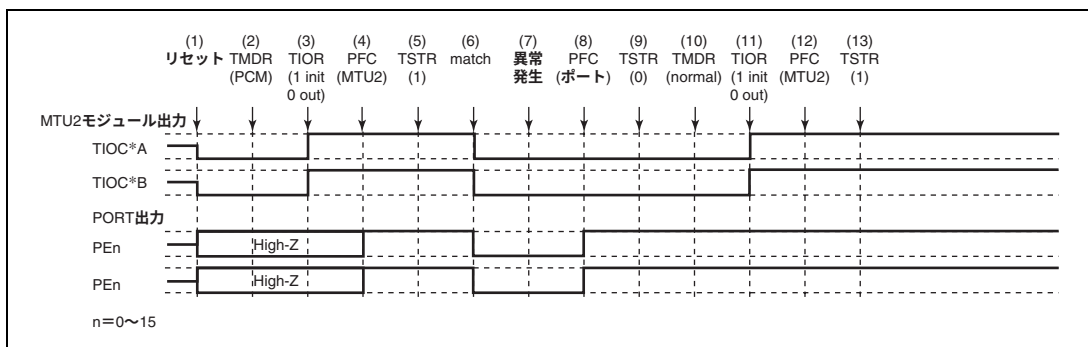

図 12.133 位相計数モードで異常が発生し、ノーマルモードで復帰する場合
位相計数モードで異常が発生し、再設定後ノーマルモードで再スタートする場合の説明図を図 12.133 に示します。
- (1) ~ (9) は図 12.133 と共通です。
- (10) PWM モード 1 を設定します。
- (11) TIOR で端子を初期化してください (PWM モード 1 では TIOC*B 側は初期化されません)。
- (12) 汎用入力ポートで本モジュール出力としてください。
- (13) TSTR で再スタートします。
(19) 位相計数モードで動作中に異常が発生し、PWM モード 2 で再スタートする場合の動作
- (10) PWM モード 2 を設定します。
- (11) TIOR で端子を初期化してください (PWM モード 2 では周期レジスタの端子は初期化されません)。
- (12) 汎用出力ポートで本モジュール出力としてください。
(20) 位相計数モードで動作中に異常が発生し、位相計数モードで再スタートする場合の動作
- (1) ～ (9) は図 12.133 と共通です。
- (10) 位相計数モードで再スタートする場合には必要ありません。
- (11) TIOR で端子を初期化してください。
(21) 相補 PWM モードで動作中に異常が発生し、ノーマルモードで再スタートする場合の動作